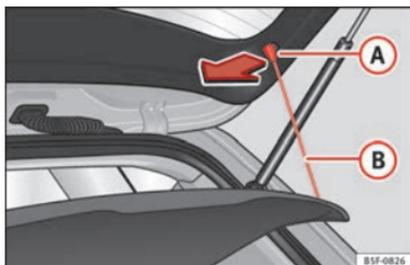

Fig. 159 Nel bagagliaio: smontare e montare il ripiano.
- Sganciare i tiranti di sostegno »» **fig. 159** **B** dagli alloggiamenti **A**.
- Agganciare i tiranti di sostegno »» **fig. 159** **B** nel portellone posteriore »»